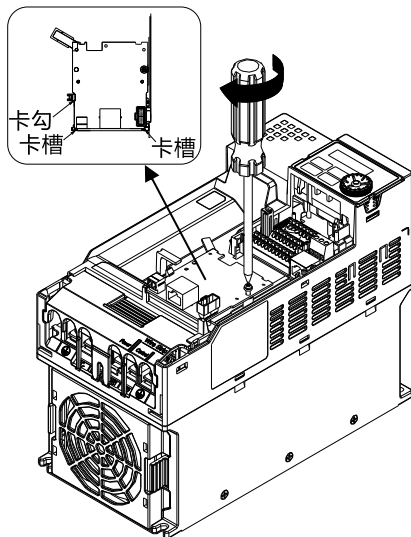

图8-31
4. 确认卡钩已确实卡住配件卡后，锁上螺丝 ( 螺丝扭力建议值：4~6 kg-cm [3.5~5.2 lb-in.] [0.39~0.59 Nm] )，如图 8-31 所示。